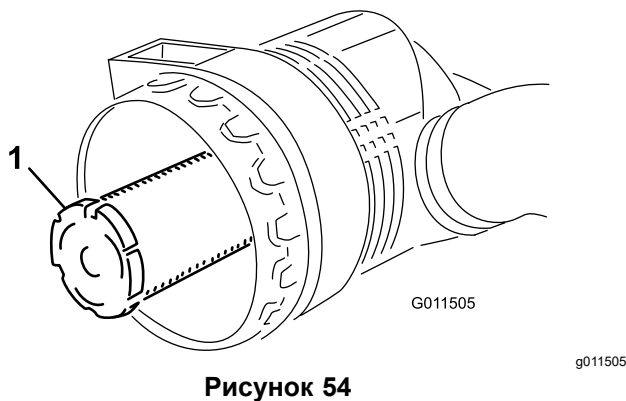

Рисунок 54
**Внимание:** Никогда не пытайтесь очистить контрольный фильтр (Рисунок 54). Заменяйте контрольный фильтр новым после каждых трех обслуживаний фильтра грубой очистки.